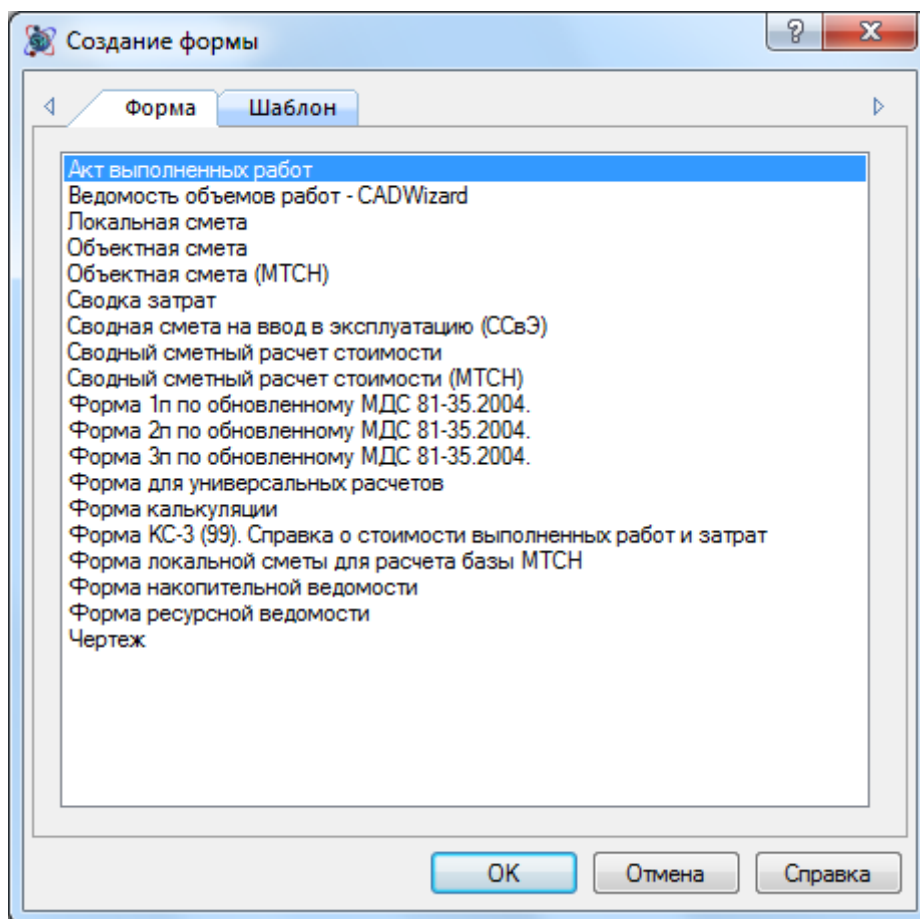

Рис. 1.26 Диалоговое окно Создание формы
3. В открывшемся диалоговом окне *Создание формы* (рис. 1.26) выбрать нужную форму и нажать на кнопку ОК.
3. В открывшемся диалоговом окне *Создание формы* (см. рис. 1.26) выбрать нужную форму и нажать на кнопку ОК.